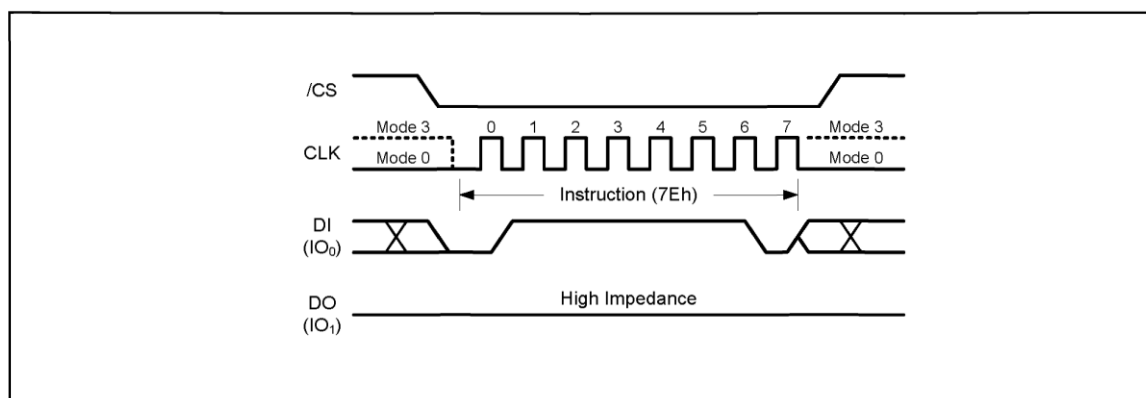

Рисунок 44 – Диаграмма инструкции Global Block Lock
Все биты блокировки блока/сектора Block/Sector Lock могут быть установлены на 1 с помощью глобальной инструкции Global Block/Sector Lock. Команда должна быть подана путем подачи низкого уровня /CS, подачи кода инструкции "7Eh" на вход данных (DI) по нарастающему фронту CLK, а затем подачи высокого уровня /CS, как показано на рис. 44. Прежде чем устройство примет инструкцию глобальной блокировки блоков/секторов Global Block/Sector Lock, должна быть выполнена инструкция Write Enable (бит регистра состояния Status Register WEL=1).